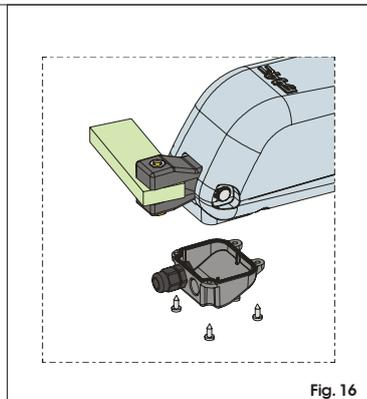

Fig. 16
- 3) Realice las conexiones del motor y de la puesta a tierra tomando como referencia la Fig.16 y la tabla.